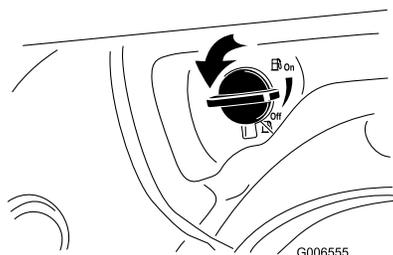

Figura 25
2. Girate la valvola d'intercettazione del carburante di $1/4$ di giro in senso antiorario per aprirla (Figura 25).